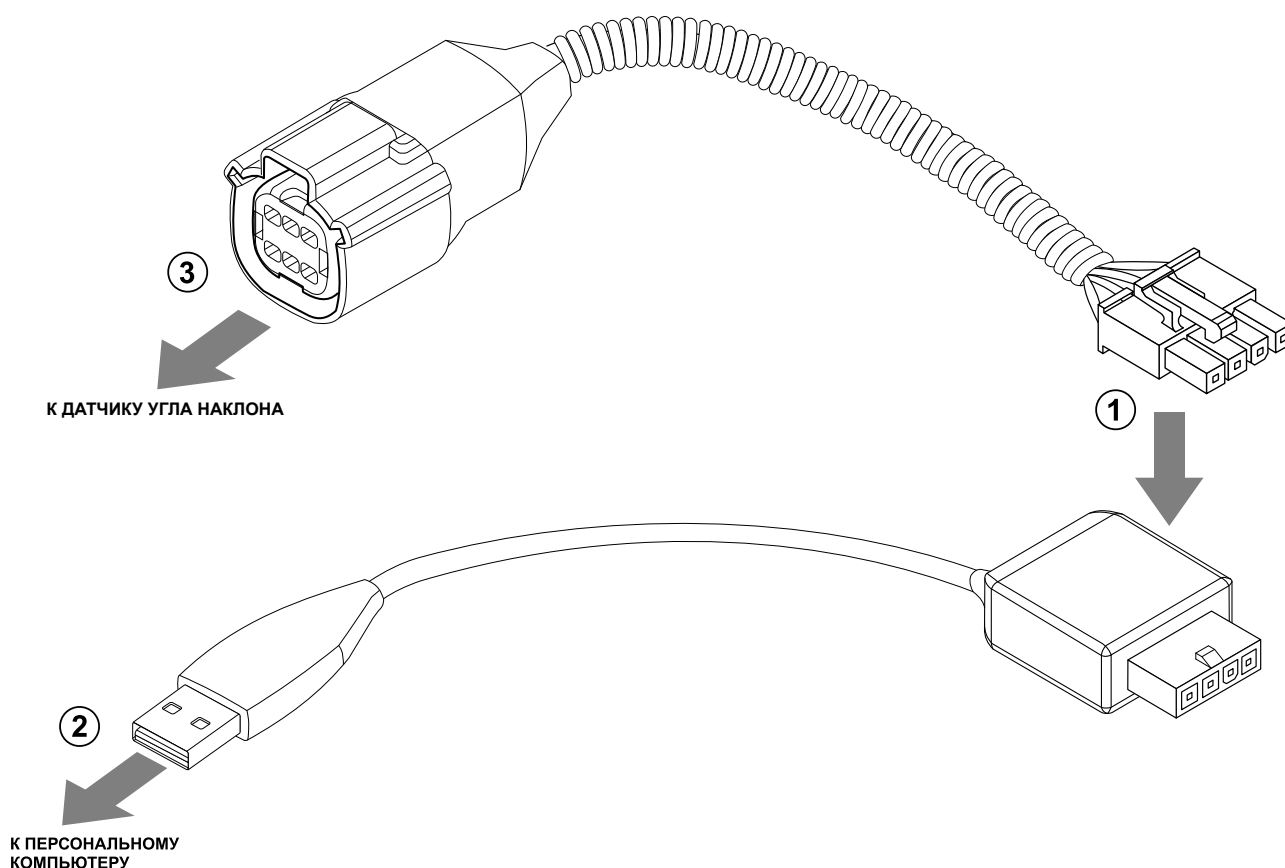

Рис.7. Подключение датчика к ПК
2. Подключите четырехконтактный разъем преобразователя TKLS-Prog-485 к четырехконтактному разъему переходного кабеля (**Рис.7, п.1**). Переходный кабель поставляется в комплекте с преобразователем.
3. Подключите USB разъем преобразователя к ПК (**Рис.7, п.2**).
4. Подключите другой конец переходного кабеля к Разъему 1 датчика угла (**Рис.7, п.3**).